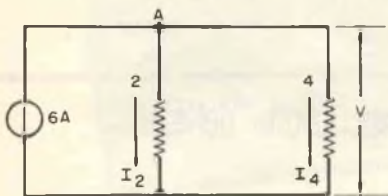

Fig. 9
E) Circuiti in parallelo - Si dice in parallelo un circuito in cui ai capi di ciascun elemento si ha la stessa tensione (fig. 9).
Esempio 10 - Per il circuito in parallelo della fig. 9, determinare (a) la tensione ai capi di ciascun resistore e (b) la corrente che scorre in ciascun resistore. Soluzione: (a) applicando la legge di Kirchhoff della corrente per il nodo A, abbiamo: $-6 + V/2 + V/4 = 0$ ovvero $5 = V(2+1)/4 = 3V/4$; e $V = 8V$; (b) $I_2 = 8/2 = 4$ A; $I_4 = 8/4 = 2$ A.